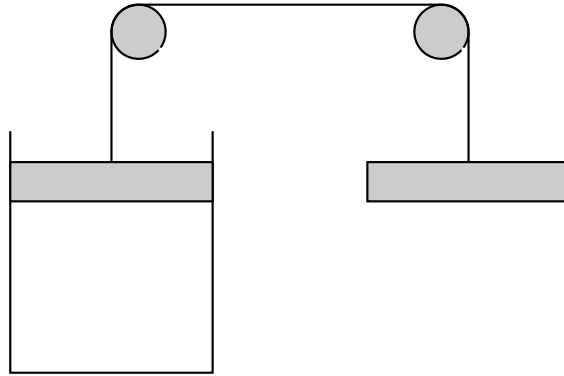

Figure 1: Système masselotte – piston
2. Un piston de masse m et de section S est relié, par l'intermédiaire d'un fil inextensible à un solide de même masse m (voir figure 1). L'enceinte fermée par le piston contient un gaz à la pression initiale p_0 (pression atmosphérique). On coupe le fil. Exprimer la force de pression extérieure agissant sur le gaz, avant et après avoir coupé le fil. La transformation est-elle quasi-statique ? Exprimer le travail reçu par le gaz au cours du déplacement du piston, en fonction des volumes initial et final occupés par le gaz, V_i et V_f .